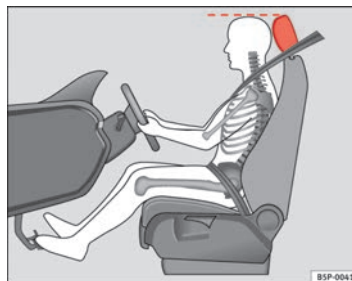

Abb. 2 Die richtige Kopfstützeinstellung für den Fahrer
- Stellen Sie die Kopfstütze so ein, dass die Oberkante der Kopfstütze sich möglichst auf einer Linie mit dem oberen Teil Ihres Kopfes befindet ⇒ Abb. 2.